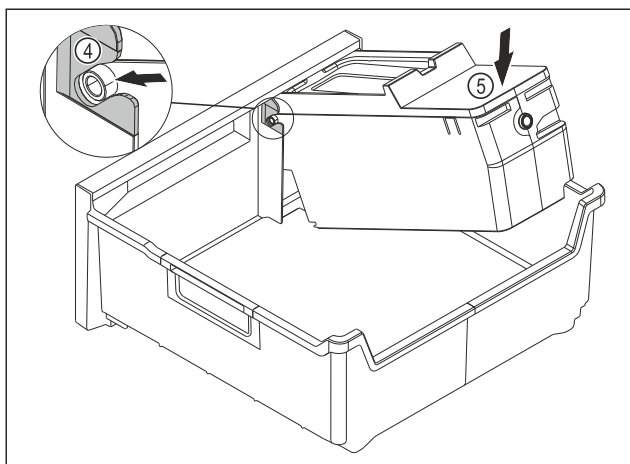

Fig. 78
- ▶ Montați corpul EasyTwist-Ice: Inserați axele corpului EasyTwist-Ice în ghidaje Fig. 78 (4).
- ▶ Apăsăți corpul EasyTwist-Ice Fig. 78 (5) în spate în jos.